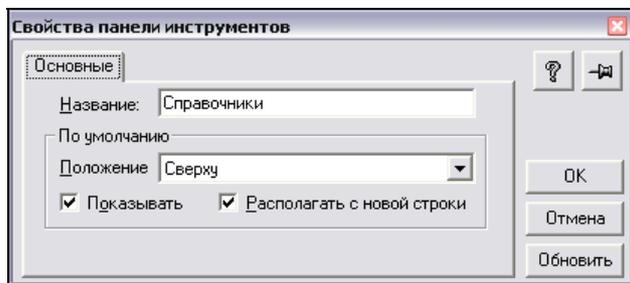

Рис. 5.80. Свойства панели инструментов
- **Список панелей.** Содержит список панелей инструментов для данного интерфейса. Новые панели можно формировать кнопкой **Добавить**, просмотреть и отредактировать свойства любой имеющейся панели — двойным щелчком на ней. Вот так выглядит окно свойств панели инструментов **Справочники** (рис. 5.80).